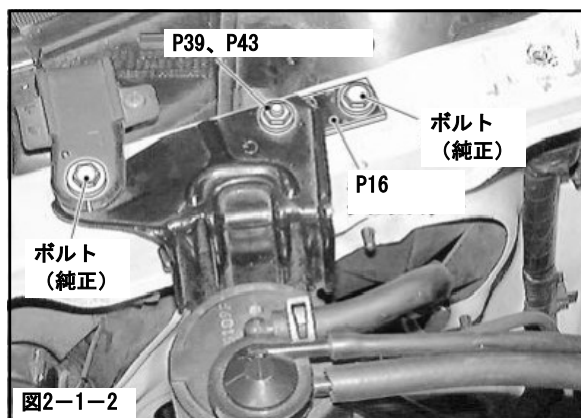

図2-1-2
- (3) キャニスタタンクを取付けてください。(図2-1-2)